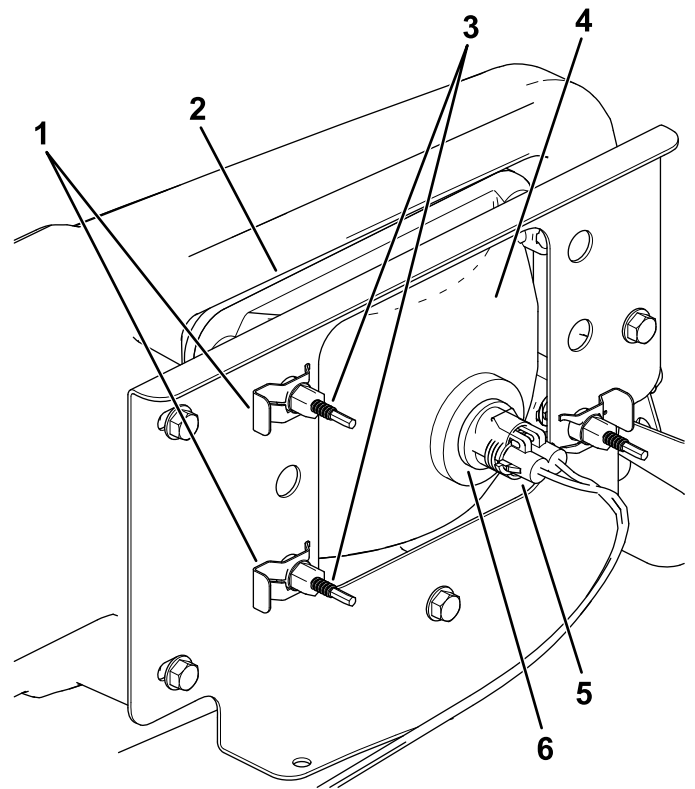

Figure 45
3. Débranchez le connecteur électrique sur le faisceau du connecteur du phare (Figure 45).
4. Retirez les clips rapides qui fixent le phare sur son support (Figure 45).
5. Déposez le phare en le poussant vers l'avant et hors de l'ouverture dans le pare-chocs avant (Figure 45).
6. Insérez le phare de rechange dans l'ouverture du pare-chocs (Figure 45).
8. Branchez le connecteur électrique du faisceau sur le connecteur du phare (Figure 45).
5. Au dos du phare, tournez les vis de réglage (Figure 45) afin de faire pivoter le phare et d'aligner la position du faisceau projeté.